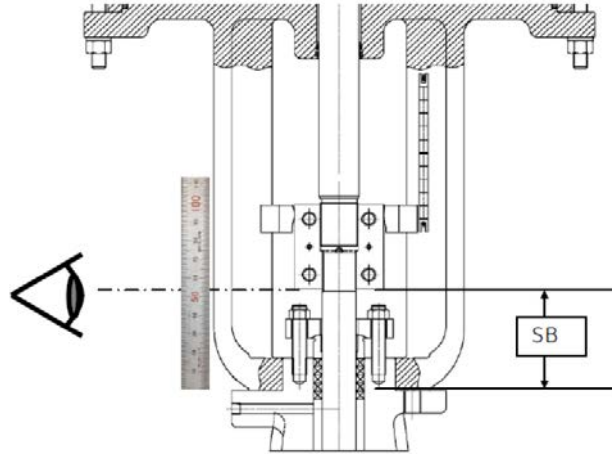

Abbildung 1 – Visuelle Ausrichtung der geteilten Klemme
5. Positionieren Sie die geteilte Klemme mit dem Spalt zwischen Klemme und Motorhaube (SB), wie in Tabelle 3 auf Seite 10 angegeben. Wenn die geteilte Klemme nicht richtig an beiden Stangen einrastet, ziehen Sie die Antriebsstange heraus, bis sie ausgerichtet ist und einrastet (Abbildung 1).